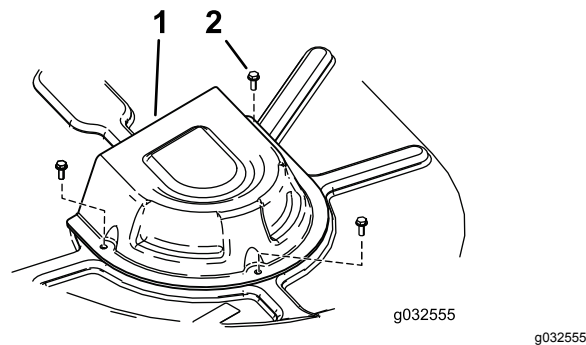

Figura 58
4. Retire las cubiertas de las poleas (Figura 58).